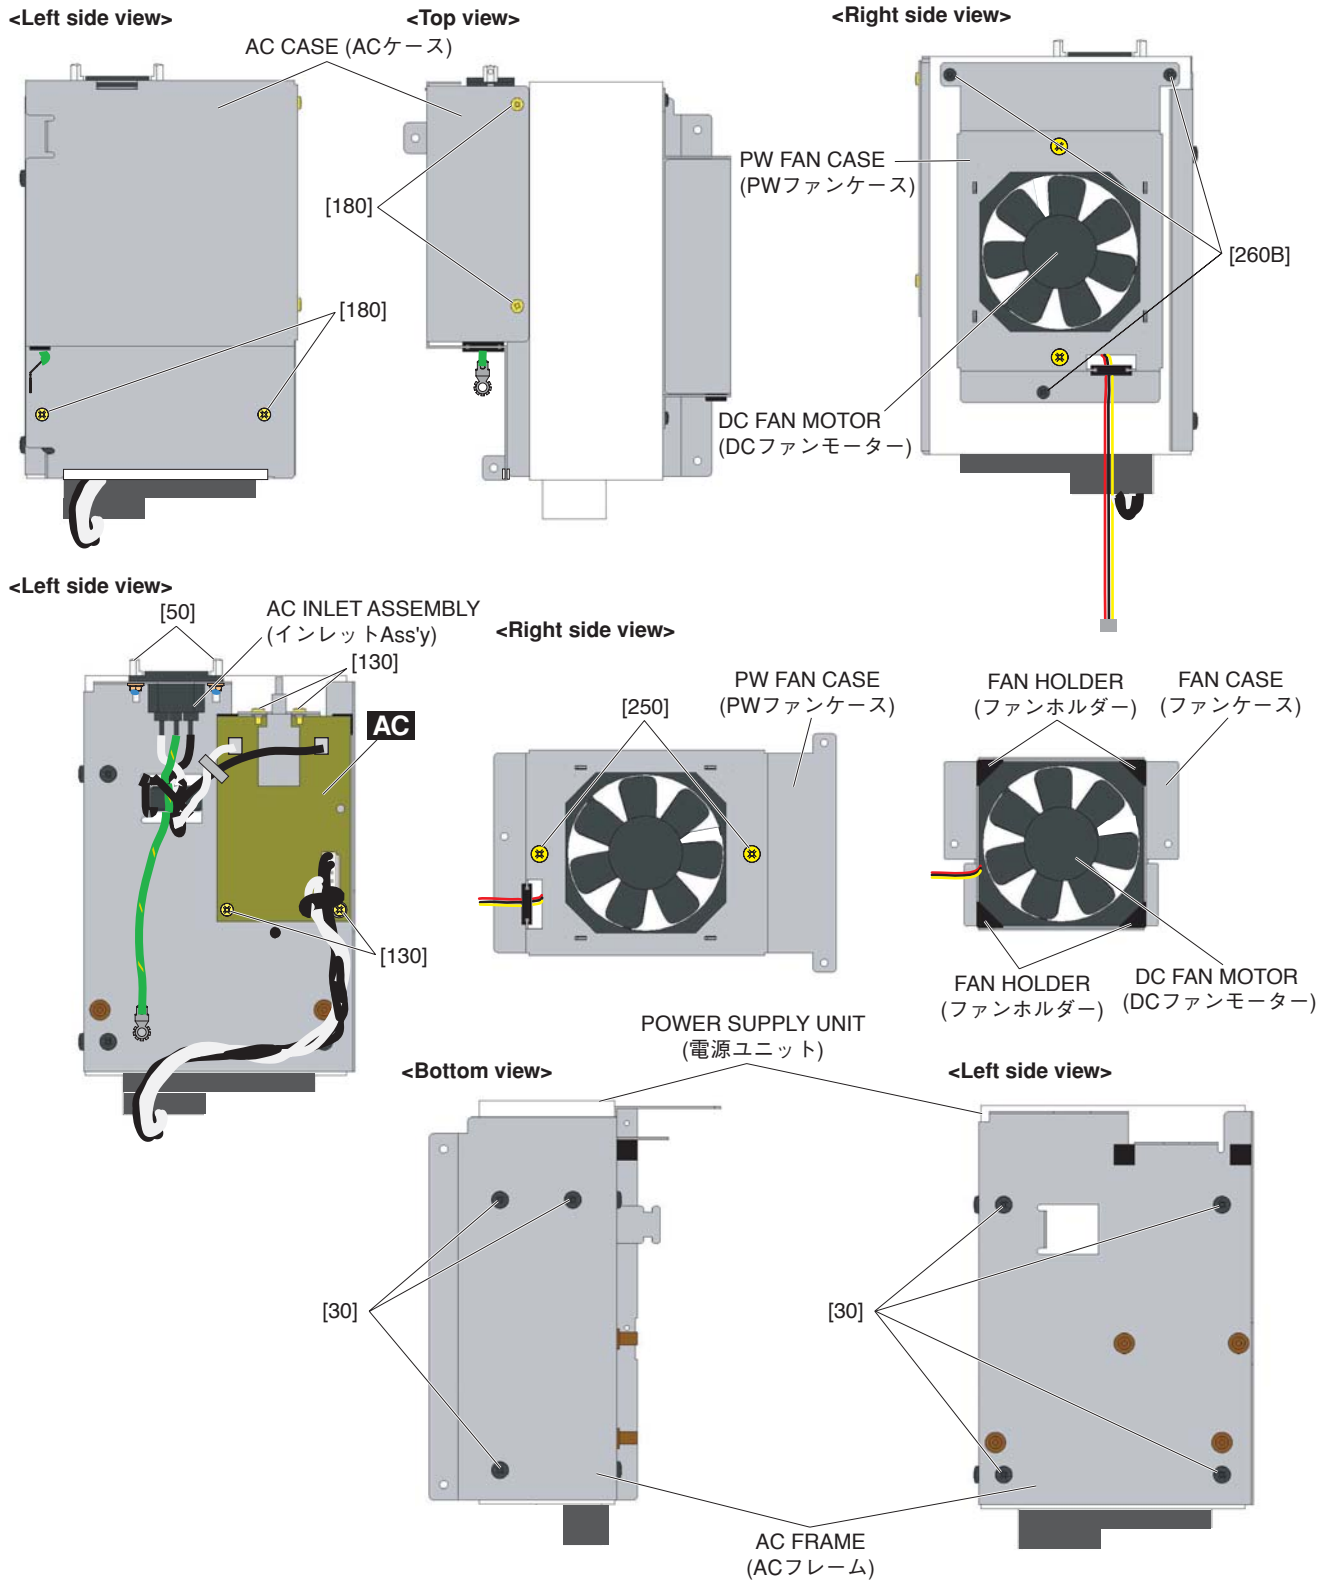

Fig. 6 (図 6)
A-11-4-1 Remove the four (4) screws marked [180]. The AC case can then be removed. (Fig.6)
A-11-4-2 Remove the four (4) screws marked [130]. The AC circuit board can then be removed. (Fig.6)
A-11-5-1 Remove the four (4) screws marked [180]. The AC case can then be removed. (Fig.6)
A-11-5-2 Remove the two (2) supports marked [50]. The AC inlet assembly can then be removed. (Fig.6)
A-11-6-1 Remove the three (3) screws marked [260B]. The PW fan case can then be removed together with the DC fan motor and fan case. (Fig.6)
A-11-6-2 Remove the two (2) screws marked [250]. The fan case can then be removed together with the DC fan motor. (Fig.6)
- * **The four (4) fan holders are not part of the DC fan motor. When replacing the DC fan motor, remove the four (4) fan holders from the DC fan motor and install them to the new DC fan motor. (Fig.6, Photo 10)**
A-11-7-1 Remove the four (4) screws marked [180]. The AC case can then be removed. (Fig.6)
A-11-7-4 Remove the seven (7) screws marked [30]. The power supply unit can then be removed from the AC frame. (Fig.6)
A-11-4-1 [180] のネジ 4 本を外して、AC ケースを外します。(図 6)
A-11-4-2 [130] のネジ 4 本を外して、AC シートを外します。(図 6)
A-11-5-1 [180] のネジ 4 本を外して、AC ケースを外します。(図 6)
A-11-5-2 [50] のサポート 2 個を外して、インレット Ass'y を外します。(図 6)
A-11-6-1 [260B] のネジ 3 本を外して、DC ファンモーター、ファンケースと共に PW ファンケースを外します。(図 6)
A-11-6-2 [250] のネジ 2 本を外して、DC ファンモーターと共にファンケースを外します。(図 6)
- ※ **ファンホルダー 4 個は DC ファンモーターの構成部品ではありません。DC ファンモーターを交換する際には、DC ファンモーターからファンホルダー 4 個を取り外して、新しい DC ファンモーターに取り付けてください。(図 6、写真 10)**
A-11-7-1 [180] のネジ 4 本を外して、AC ケースを外します。(図 6)
A-11-7-4 [30] のネジ 7 本を外して、AC フレームから電源ユニットを外します。(図 6)